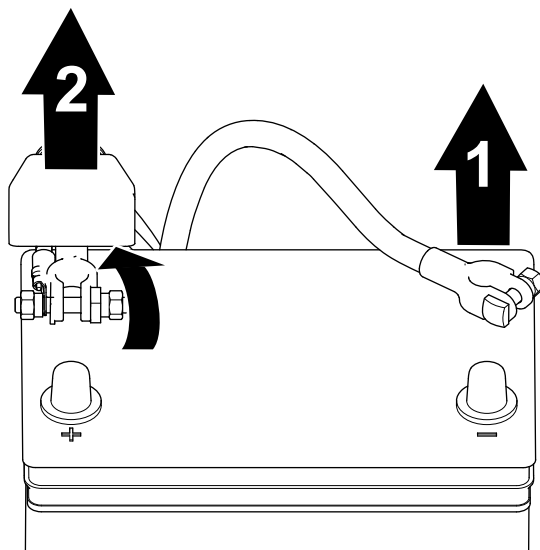

Figure 89
1. Débranchez le câble négatif de la borne de la batterie (Figure 89).
2. Soulevez le capuchon isolant et débranchez le câble positif de la borne de la batterie (Figure 89).